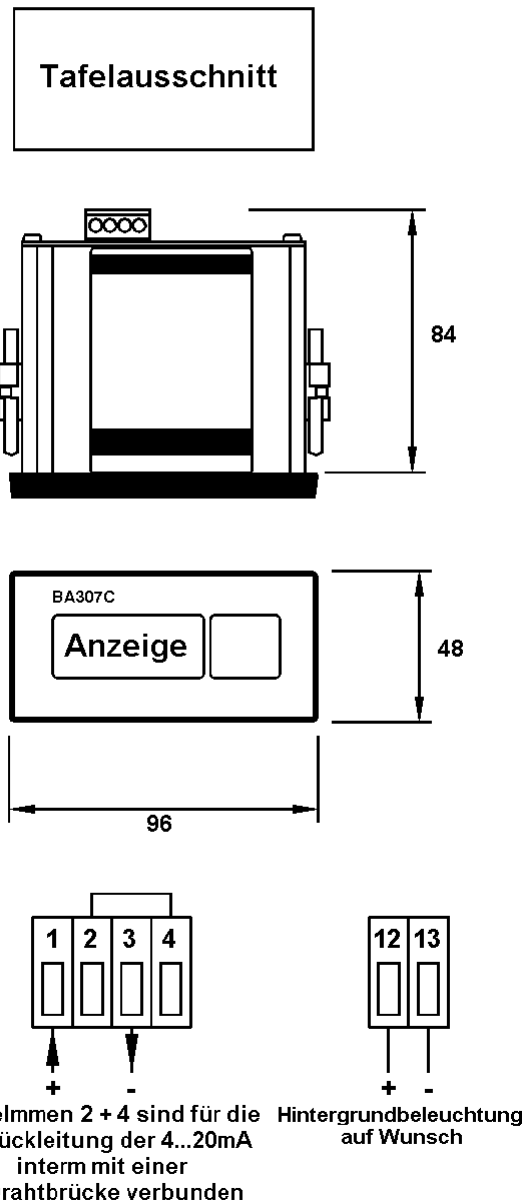

Bild 4A
Bild 4A und Bild 4B zeigen die Außenmaße und die Größe des erforderlichen Ausschnitts beider Geräte.
- Der Anschluss der Geräte erfolgt über die an der Rückseite befindlichen Klemmen wie auf Bild 4A und 4B dargestellt. Um die Installation zu vereinfachen, können die Anschlussklemmen der Geräte entfernt werden und die Verdrahtung kann ohne Geräte vorgenommen werden. Danach erfolgt der Schalttafeleinbau.